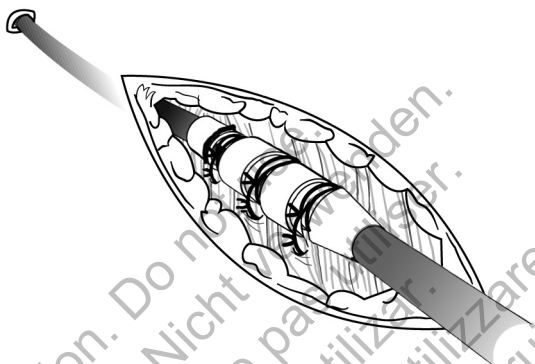

Figure 8. Exemple de technique d'implantation par voie percutanée avec manchon de suture
1. Peler la gaine du désilet et glisser le manchon de suture profondément dans les tissus (Figure 8 Exemple de technique d'implantation par voie percutanée avec manchon de suture en page 22).